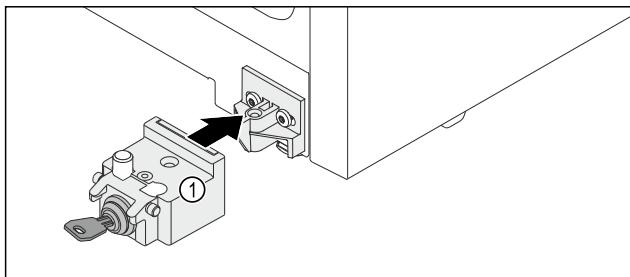

Fig. 18
- ▶ Установите запирающий механизм Fig. 18 (1).